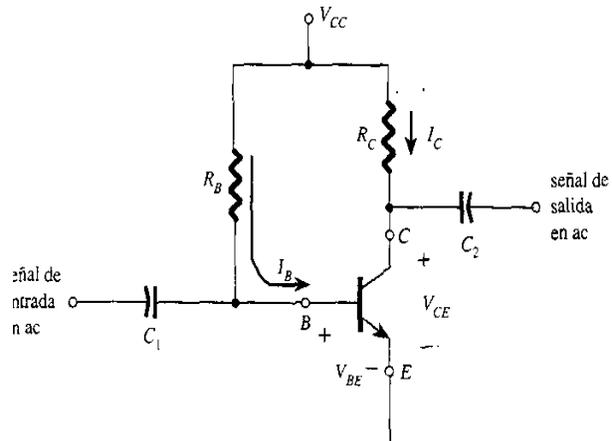
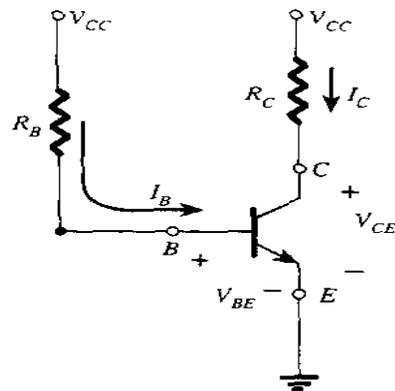

Figura 4-9 Circuito de polarización fija
Figura 4-10 Equivalentes de DC
“El circuito de polarización fija (figura 4-9) ofrece una introducción relativamente directa y simple al análisis de la polarización en corriente directa (DC) de transistores”.17 Aunque la red utilice un transistor *NPN*, las ecuaciones y los cálculos se pueden adaptar con facilidad a la configuración con transistor *PNP*, con sólo cambiar todas las direcciones de la corriente y los voltajes de polarización. Las direcciones de corriente de la figura 4-9 son las reales, y los voltajes están determinados por la notación estándar de doble subíndice.
Para el análisis en DC, la red debe aislarse de los niveles de corriente alterna (AC), reemplazando los capacitores puede separarse en dos fuentes (para finalidad de análisis solamente) como se muestra en la figura 4-10, para permitir una separación de los circuitos de entrada y de salida. También reduce
la unión de las dos corrientes que fluyen hacia la base  $I_B$ . Como se analiza, la separación es válida, como indica la figura 4-10, donde  $V_{CC}$  está conectada directamente a  $R_B$  y  $R_C$ , justo como en la figura 4-9.
Considera primero la malla del circuito base-emisor de la figura 4-10. Al escribir la ecuación de voltaje de Kirchhoff en la dirección de las manecillas del reloj, se obtendrá: